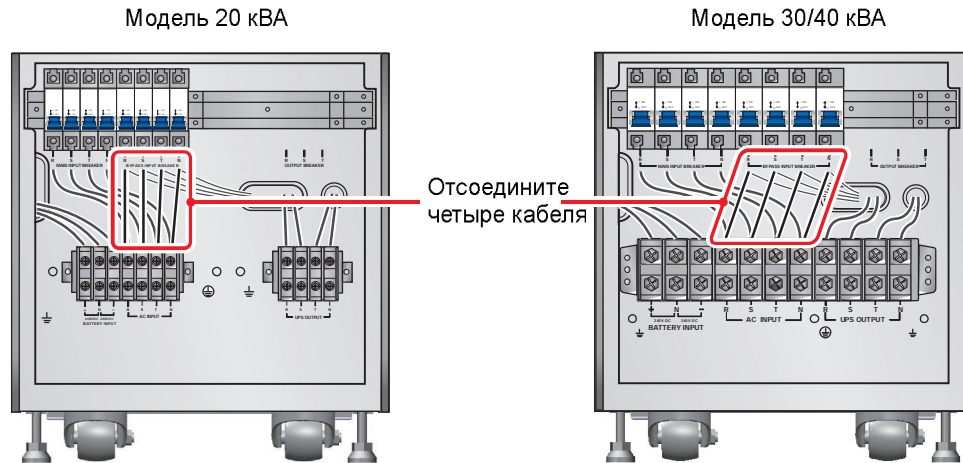

Рис. 6-7. Отключение четырёх кабелей, соединяющих блок зажимов сетевого входа с входным размыкателем байпаса
2. Или удалите четыре кабеля, соединяющие блок зажимов сетевого входа и входной размыкатель байпаса (см. *рис. 6-7*). Подключите кабели сети переменного тока R, S, T и N к входному размыкателю байпаса.